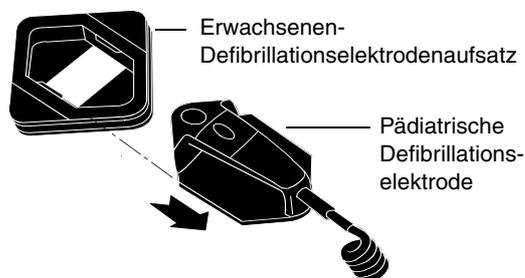

Abbildung 5-9 Zugreifen auf eine pädiatrische Defibrillationselektrode
- 2 Den Haltegriff der Defibrillationselektrode bis zu einem hörbaren Klick zurückschieben (siehe Abbildung 5-9).